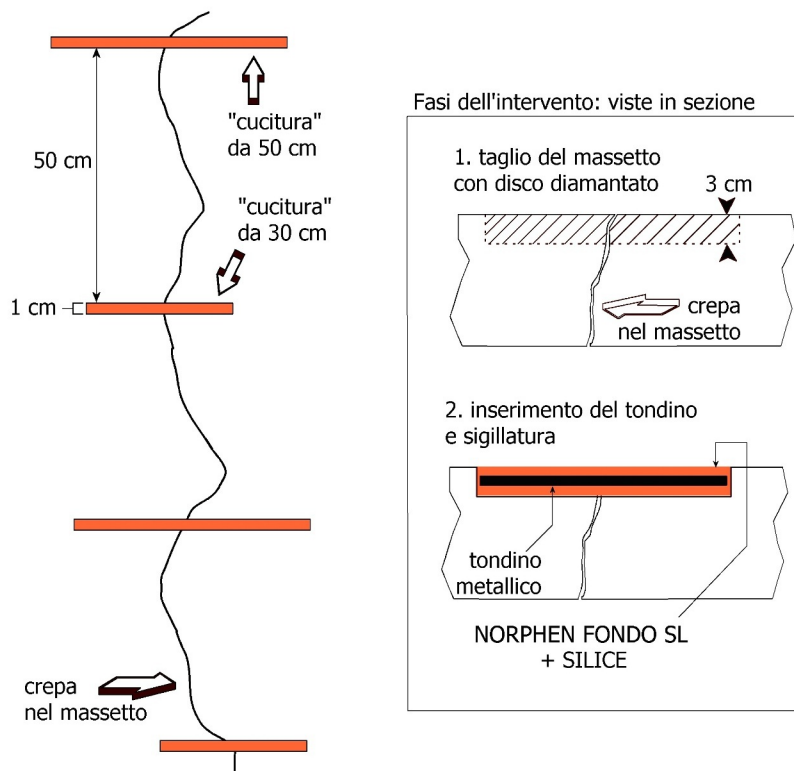

Figura 1 - Cucitura di una CREPA IN MOVIMENTO
- Possono essere cuciti con lo stesso metodo delle CREPE IN MOVIMENTO (Vedi Paragrafo specifico e Figura 1) se possiedono la maturazione sufficiente per aver esaurito la maggior parte del ritiro igrometrico (circa 1 mese per i massetti e 3 mesi per il cls).